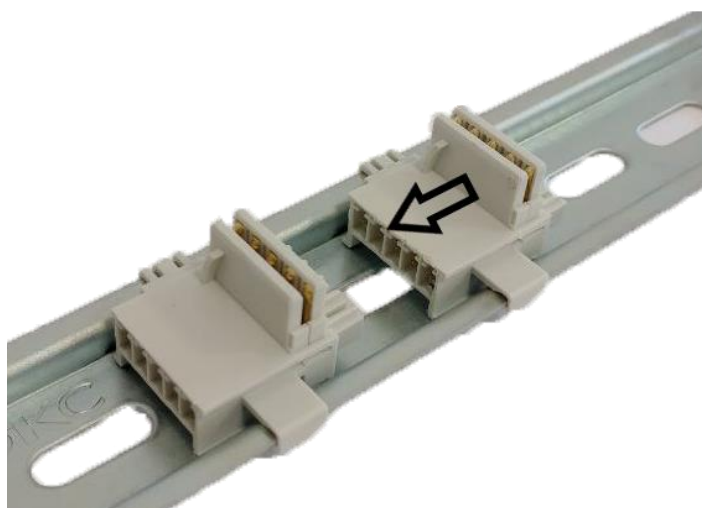

Рисунок 12.2
- **Рисунок 12.2 и 12.3** - Удерживая шину стрелка(2), сдвигайте шину по направлению стрелка(1) до упора в сторону шины стрелка(2). Серый разъём питания подключить по направлению стрелки (3) придерживая шины (1),(2).